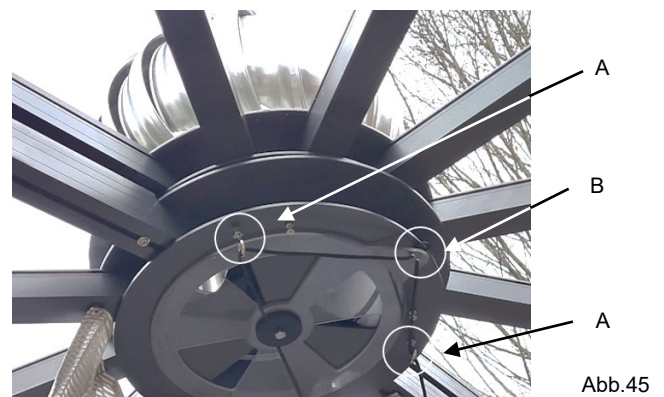

Abb.45
- die PP-Flechtkordelende (B11.2) durch einer der Ösen (A) des Dachlüfters führen und durch die Bohrungen der Luftzufuhrscheibe (B) ziehen und wieder durch die verbleibende Öse (A) zurück. Die PP-Flechtkordel sollte je zur Hälfte herunterhängen! (Abb.45)